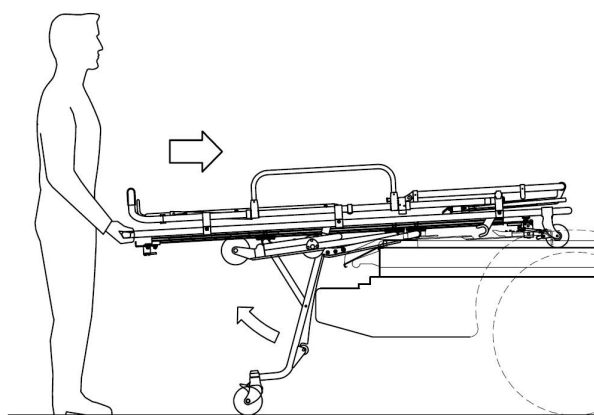

Figura 12: Caricamento della barella sull'ambulanza.
2. OPERATORE 1: Posizionarsi all'estremità posteriore della barella e spingerla in avanti finché le ruote di caricamento siano sul piano di caricamento dell'ambulanza e le gambe posteriori (lato operatore) siano in contatto con il paraurti (*figura 12*). Durante questa fase si avverterà lo sgancio automatico delle gambe anteriori (e la conseguente loro chiusura) per effetto dell'azionamento del dispositivo Easy Loading che intercetta il piano di caricamento dell'ambulanza.
Il sistema EL, Easy Loading (“*Caricamento Facile*”), prevede un dispositivo di sblocco automatico delle gambe anteriori della barella (*figura 14*) e la chiusura totale e indipendente delle gambe anteriori durante la prima parte del caricamento (*figura 12*).